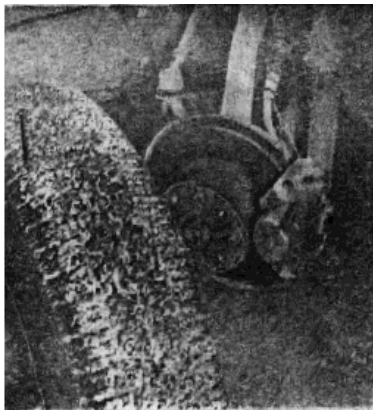

Fig. 1
- Débloquer les vis des quatre roues (fig. 1).